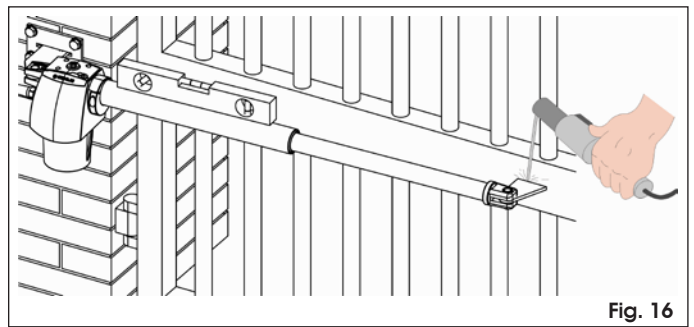

Fig. 16
9. Accostare il tubo dell'operatore all'anta sino a far appoggiare la staffa anteriore all'anta (Fig. 16).
10. Controllare, con una livella, la perfetta orizzontalità dell'operatore e fissare provvisoriamente la staffa anteriore con due punti di saldatura (Fig. 16.).